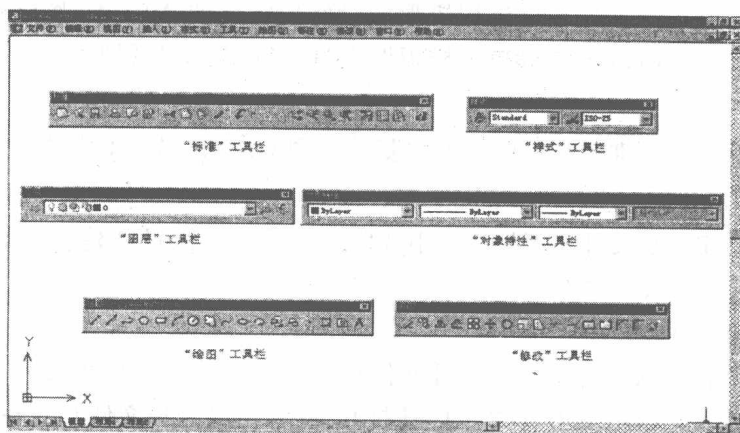

图 1-3 默认显示的浮动工具栏
4. 工具栏 如图 1-3 所示, 工具栏由一系列图标按钮组成。每一个按钮都形象地表示一条 AutoCAD 命令, 单击某一个按钮, 即可调用相应的命令。